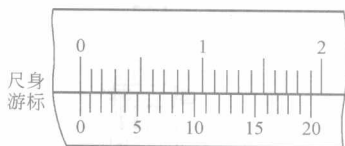

图 2-4 1/20mm 游标卡尺刻线原理
2) 1/20 (0.05)mm 游标卡尺，尺身每小格为 1mm，游标上把 19mm 分成 20 格，当两量爪合并时，游标上 20 格刚好与尺身上的 19mm 对正，如图 2-4 所示。还有一种放大的刻线方法，为了看得清楚。游标上每格为 $19\text{mm}/20 = 0.95\text{mm}$ ，尺身每格与游标每格之差为 $1\text{mm} - 0.95\text{mm} = 0.05\text{mm}$ ，这就是 1/20mm 游标卡尺的读数值。